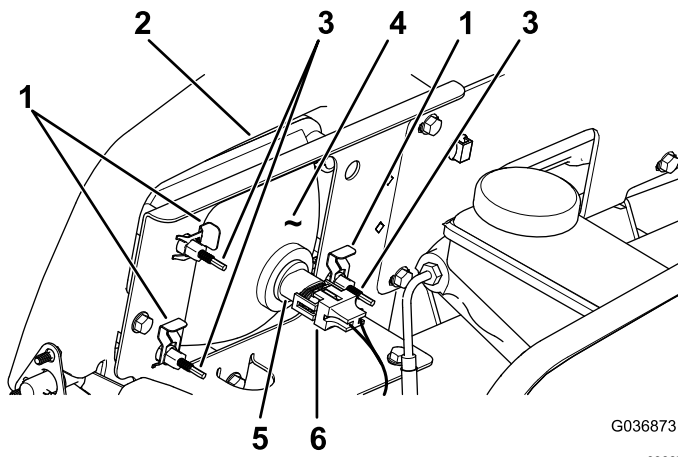

Figure 55
3. Débranchez le connecteur électrique de faisceau du connecteur du phare (Figure 55).
- Déposez les clips rapides qui fixent le phare à son support (Figure 55).
- Sortez le phare en le déplaçant vers l'avant à travers l'ouverture dans le pare-chocs avant (Figure 55).
- Montez le phare neuf par l'ouverture dans le pare-chocs (Figure 55).
- Branchez le connecteur électrique de faisceau sur le connecteur de l'ampoule (Figure 55).
- Au dos du phare, tournez les vis de réglage (Figure 55) pour orienter le phare et aligner la position de son faisceau.